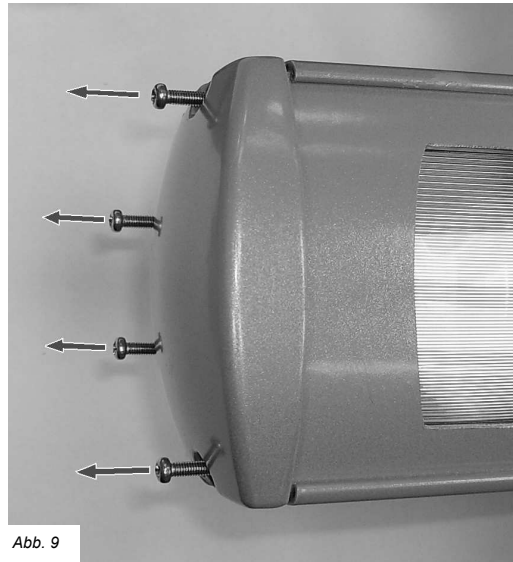

Abb. 9
3. Die vier Schrauben (siehe Abb. 9) von der Abschlusskappe lösen und die Kappe vom Heizkörper entfernen. Auf der gegenüberliegenden Seite wiederholen, wenn beide Glühlampen ausgewechselt werden.